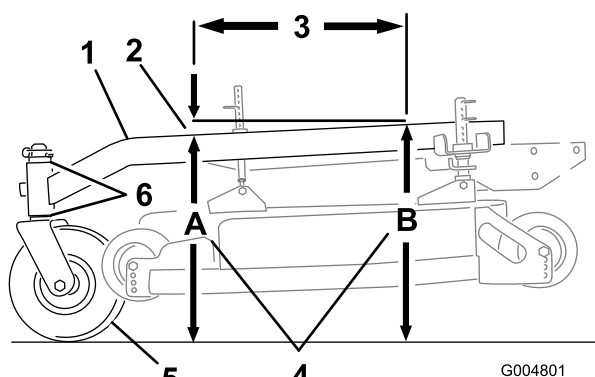

Figure 56
L'inclinaison avant/arrière du bâti porteur doit être comprise entre 3 mm et 9 mm sur 61 cm de sa longueur (Figure 56).
- Mesurez 61 cm sur le bâti porteur (Figure 56).
- Mesurez la hauteur du bâti porteur au point **A** (Figure 56).
- Mesurez la hauteur du bâti porteur au point **B** (Figure 56).
- La hauteur au point **A** doit être inférieure de 3 à 10 mm par rapport au point **B** (Figure 56).
3 à 10 mm (Figure 56). Déplacez les entretoises en haut ou en bas pour corriger l'inclinaison.